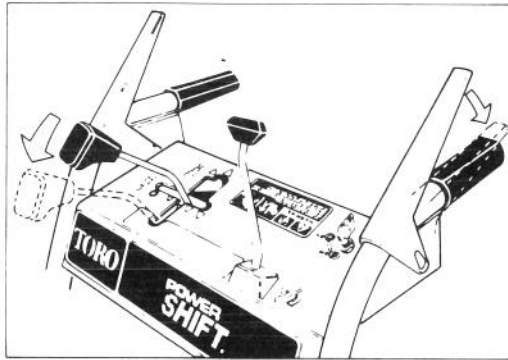

Abbildung 14
2. Um die Räder in die Vorderstellung oder Rückwärtsstellung zu bringen, die Schaltscheiben komplett nach vorn in die Power Shift-Stellung bringen und halten (Abb. 14).
3. Den Antriebshebel voll einrasten, um die Räder in die Power Shift-Stellung zu bringen (Abb. 14 und 15).